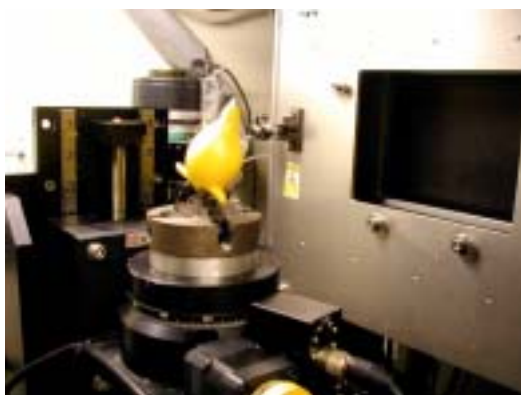
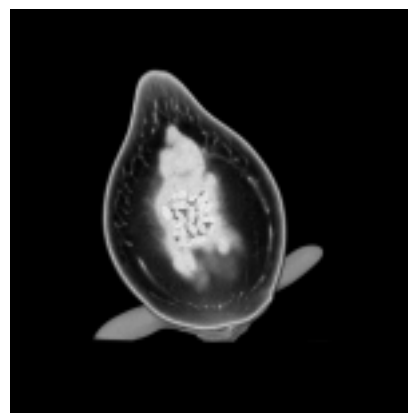
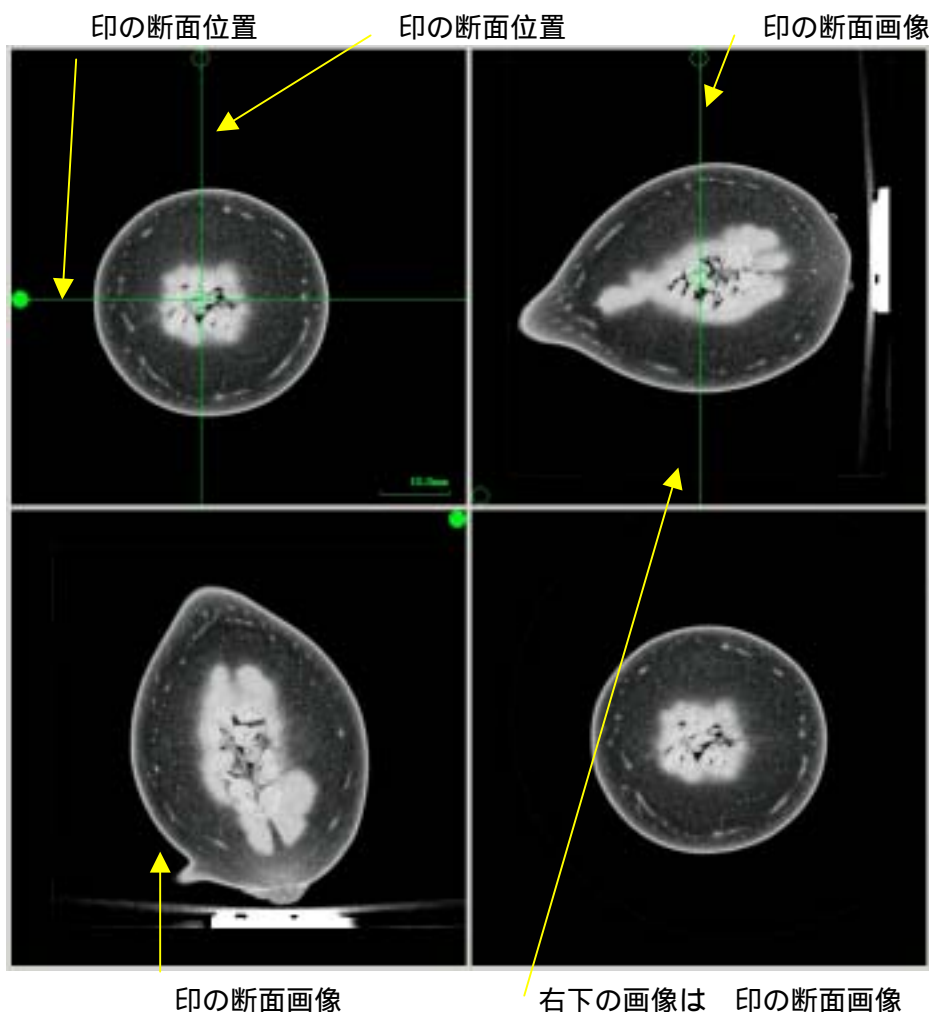

図2 フォックスフェースの試験状況
図3 3D画像
図4 フォックスフェースのMPR (サンプルの任意断面を表示させるモード) 画像
- 2) 外観：図2の真中にある黄色の実です。口先を上に向けたキツネの顔のように見えます
- * 図3 : 図2に見えるフォックスフェースの内部の3D画像です
- * 図4左上 : 図3の画像上下1/2の位置で水平に切って上から見た画像に相当します。
- * 図4左下 : 左上の画像を 印線に沿ってスライスした面を見た画像です。
- * 図4右上 : 左上の画像を 印線に沿ってスライスしたもので図3とは90°回転して見た断面画像に相当します
- * 図4右下 : 右上の画像を 印線に沿ってスライスした面を見たもので左上の図とはほぼ同じ断面を見たものです。